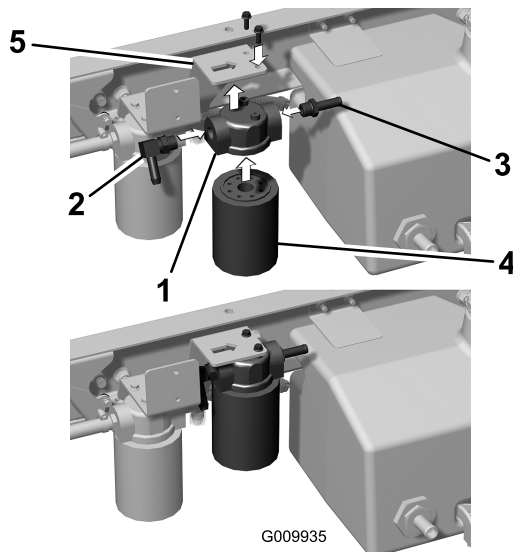

Bild 11
1. Befestigen Sie ein gezahntes 90-Grad-Anschlussstück am Zulaufanschluss des Filterkopfes (Bild 11).
2. Befestigen Sie ein gezahntes, gerades Anschlussstück am Auslaufanschluss des Filterkopfes (Bild 11).
3. Befestigen Sie den Filterkopf mit zwei Bundbolzen (1/4" x 3/4") an der Rahmenhalterung, wie in Bild 11 abgebildet.